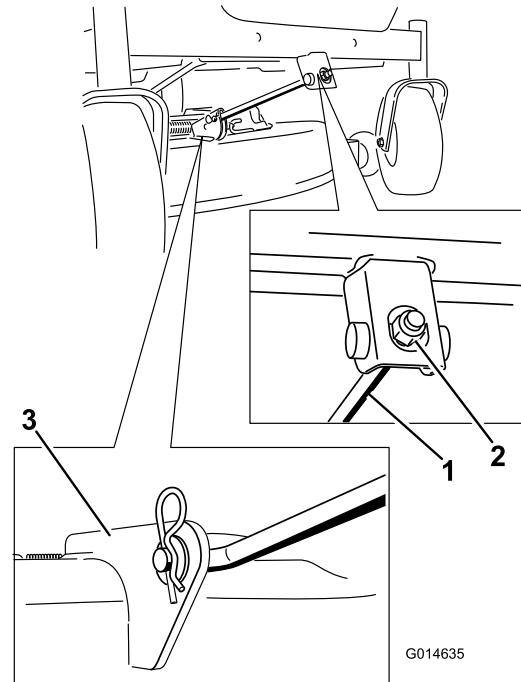

Figure 61
- Retirez la goupille fendue de la tige de support avant et déposez la tige du support de tablier (Figure 61).
- Fixez la tige de support avant au tablier de coupe à l'aide de l'axe de chape et de la goupille fendue (Figure 61).